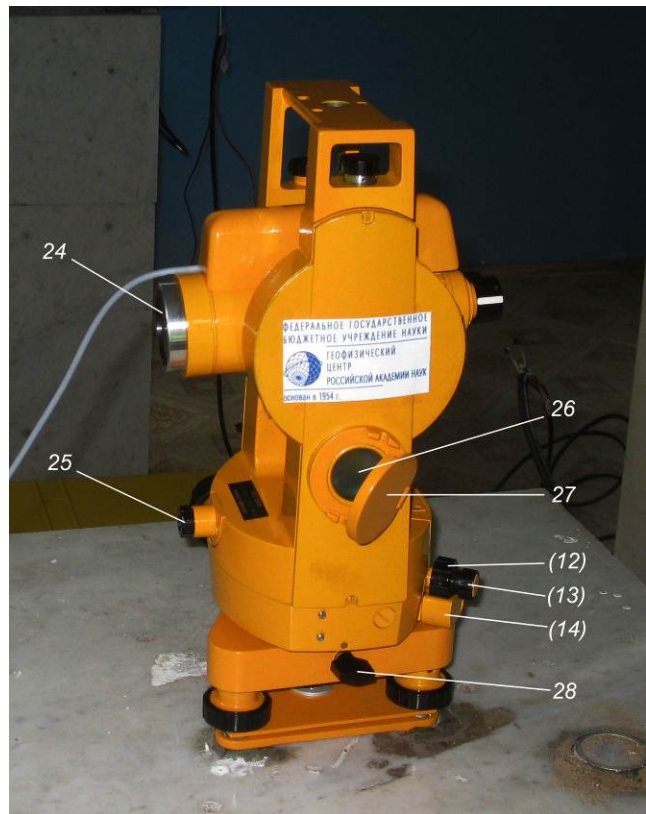

Рис. 1. Феррозондовый деklinометр/инклинометр на основе немагнитного теодолита Carl Zeiss Theo 010B.
Деклинометр/инклинометр представляет собой феррозондовый магнитометр, установленный на немагнитном оптическом теодолите. Данный прибор позволяет измерять точные значения магнитного склонения и наклона, и используется для периодической калибровки магнитных вариометров на обсерваториях, ведущих непрерывную запись вариаций магнитного поля Земли, а также для калибровки магнитных компасов и буссолей. Ориентирование прибора относительно географического севера осуществляется с помощью наведения на соответствующую визирную цель (*миру*), расположенную в пределах прямой видимости на некотором удалении от абсолютного павильона обсерватории. Географический азимут направления между центром постаamenta, на котором устанавливается прибор, и мирой заранее определяется из геодезических и астрономических наблюдений с точностью до 10 угловых секунд. На рис. 1 представлен деклинометр/инклинометр на основе немагнитного теодолита Carl Zeiss Theo 010B.
Theo 010B — точный оптический теодолит с оптическим микрометром и двусторонней системой отсчитывания. Прибор сконструирован по модульному принципу. Основными частями теодолита являются (рис. 1): *зрительная труба*, совмещенная с отсчетным микроскопом, вращающаяся вокруг горизонтальной оси; подвижная часть с *горизонтальным кругом* — *алидада*, — вращающаяся вокруг вертикальной оси теодолита, скрепленная с несущими колонками, которые удерживают горизонтальную ось зрительной трубы и *вертикальный круг*; органы управления. На зрительной трубе закреплен феррозондовый датчик 3. Ось датчика параллельна визирной оси зрительной трубы.
- 1) Открепите зажимы зрительной трубы и алидады 19 и 20 (рис. 1) в положение «к себе» и поверните зрительную трубу таким образом, чтобы она не загораживала ампулу цилиндрического уровня 10.